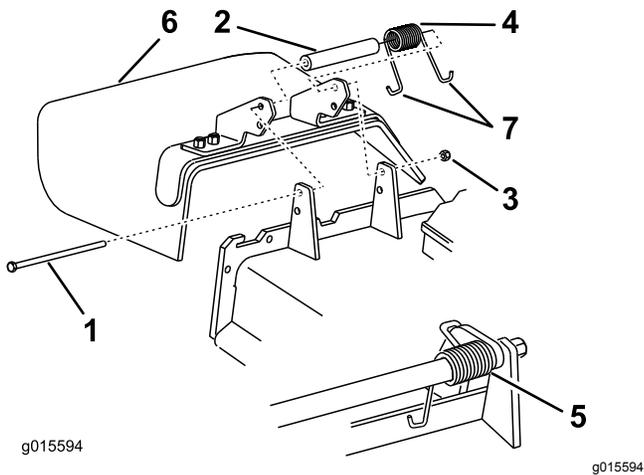

Bild 107
1. Entfernen Sie die Sicherungsmutter, Schraube, Feder und das Distanzstück, mit denen das Ablenklech an den Schwenkhalterungen befestigt ist (Bild 107).
- Entfernen Sie defekte oder abgenutzte Ablenkmale (Bild 107).
Hinweis: Achten Sie darauf, dass ein J-förmiges Federende hinter der Mähwerkkannte befestigt ist, bevor Sie die Schraube einsetzen, wie in Bild 107 abgebildet.
- Führen Sie das J-förmige Hakenende der Feder um das Ablenkmale (Bild 107).